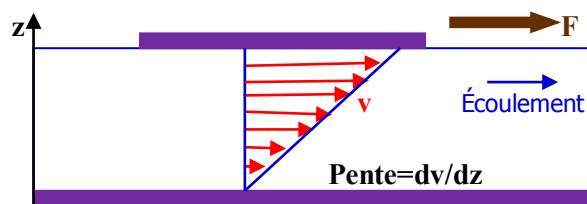

**Fig 2.2** Le profil de vitesse.
- ✓ Sous l'effet des forces d'interaction entre les molécules de fluide et des forces d'interaction entre les molécules de fluide et celles de la paroi, chaque molécule de fluide ne s'écoule pas à la même vitesse **Fig 2.2**. On dit qu'il existe un *profil de vitesse*.